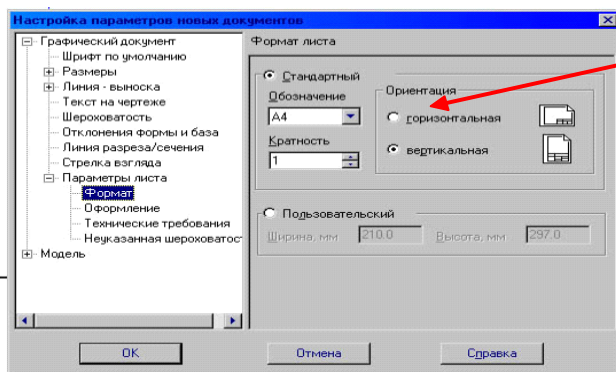

Рис. 3.
4. В окне диалога «Настройка параметров новых документов» выберите **Параметр листа [™] Формат** и установите параметры в «Формате листа» (рис. 3):